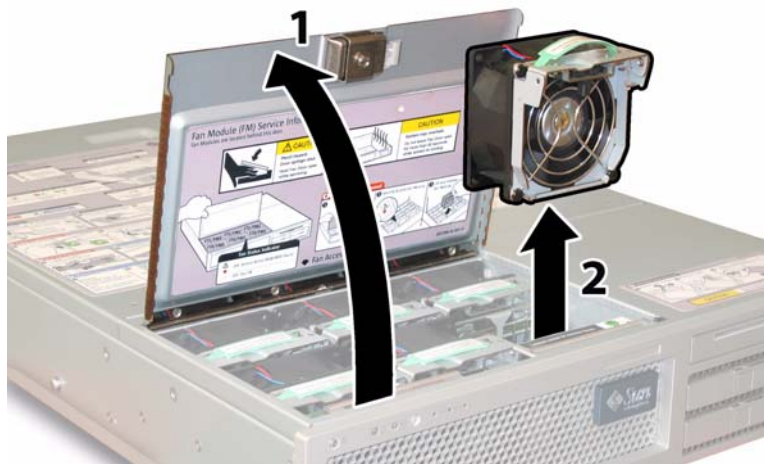

図 4-17 ファンベイのドア開放とファンモジュール取り外し
3. ファンベイのドアを開いた状態にして、障害のあるファンモジュールのプラスチック製ストラップをつかみ、ファンベイの真上に持ち上げます。図 4-17 を参照してください。